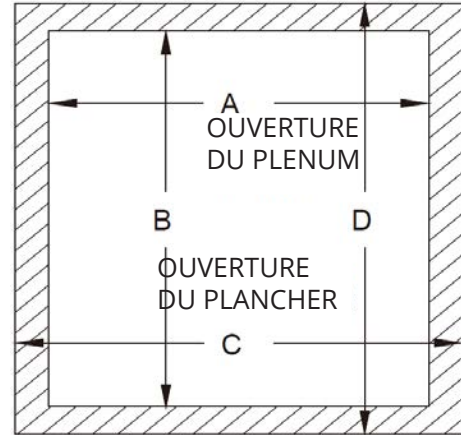

Figure 3.3a
2. Réalisez un trou dans le sol conformément aux exigences du tableau 3.3 et de la figure 3.3a.
3. Construisez le plénum selon les dimensions spécifiées dans le tableau 3.3 et la figure 3.3a.